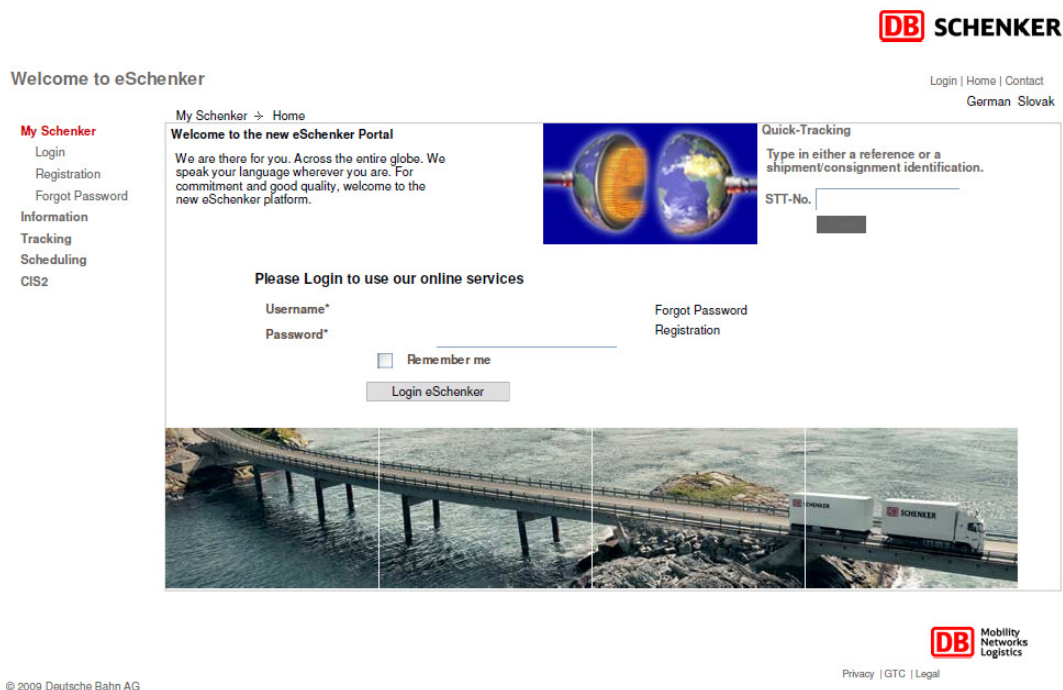

Abbildung 4-1: Startmaske Schenker My-Supplier
- Abbildung 4-1: Startmaske Schenker My-Supplier**